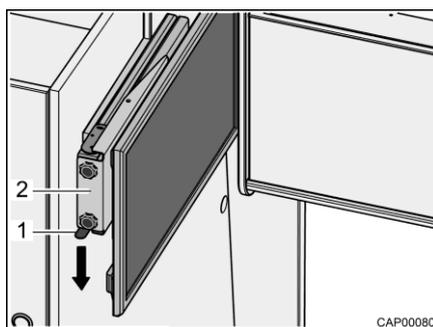

Fig. 34 Base estraibile con schermo piatto
- Premere verso il basso la molla d'arresto (Fig. 34,1) ed estrarre orizzontalmente la base estraibile (Fig. 34,2) con lo schermo piatto in direzione del centro del veicolo.
- Fare scorrere orizzontalmente la base estraibile (Fig. 34,2) con lo schermo piatto fino all'arresto. La molla d'arresto (Fig. 34,1) scatta in posizione.